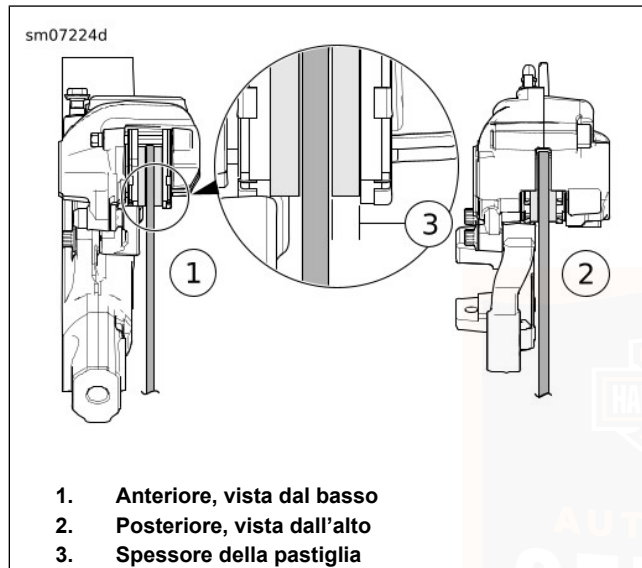

Figura 50. Spessore delle pastiglie dei freni dei modelli XL
2. Vedere Figura 50. Usando un righello di plastica, misurare lo spessore del materiale di attrito sulle pastiglie del freno. Per i freni posteriori, poggiare il righello contro il disco del freno attraverso lo spazio lungo la pinza.